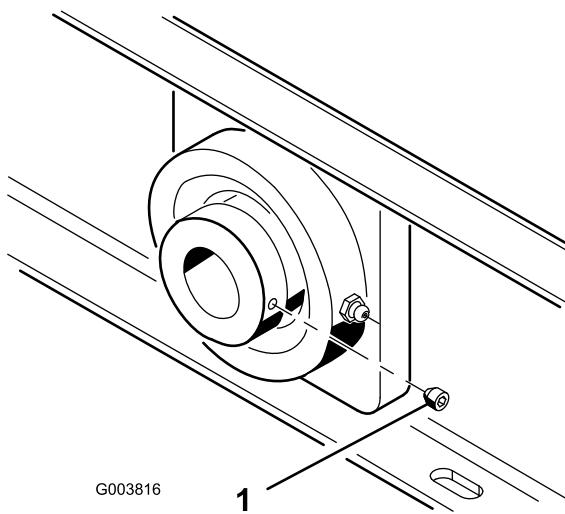

Figura 11
- Le viti a pressione del cuscinetto dell'albero della ventola (Figura 11) vanno serrate a una coppia compresa tra 6,5 e 9,2 Nm.